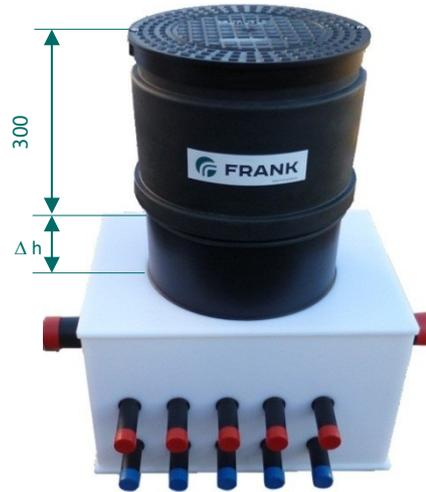

Bild 1: Beispiel Schacht Typ 540
- Bei Schächten mit Teleskopeinsatz ist die Endhöhe der Schachtabdeckung innerhalb des Einstellbereiches Δh variabel. (s. Bild 1)